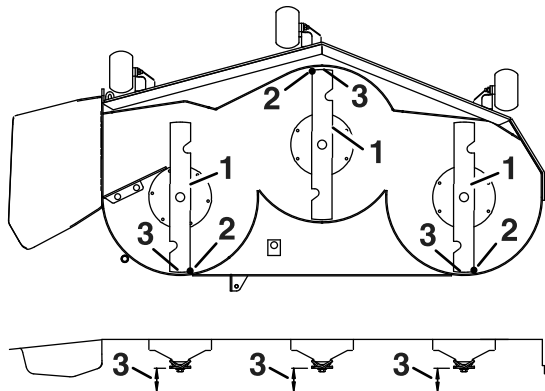

Figura 70
3. Rode cuidadosamente as lâminas para que estejam da frente para trás (**Figura 70**).
4. Meça da ponta da lâmina da frente até à superfície plana e da ponta da lâmina de trás até à superfície plana (**Figura 70**).